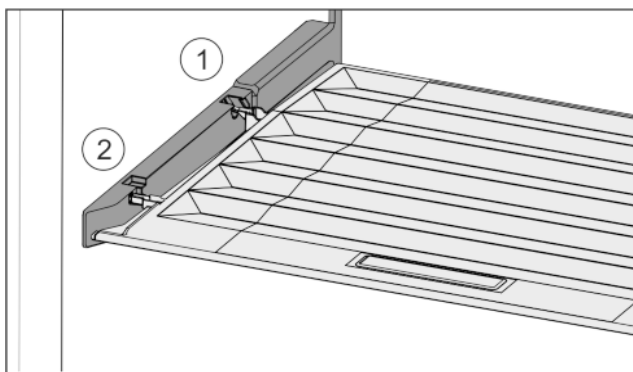

Fig. 34
- ▶ Пъхнете шийките на капака през отвора в задния държач Fig. 34 (1) и фиксирайте отпред в държача Fig. 34 (2).